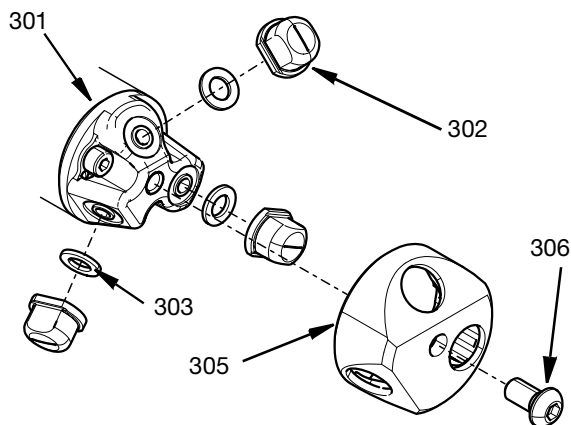

FIG. 4
1. Placez trois joints de garniture de buse (303) dans les évidements correspondants de la tête de buse (301).
2. Les buses (302) doivent être insérées dans le capuchon de la buse (305) en s'assurant que la buse est clavetée dans le capuchon de la buse.
3. Le capuchon de buse avec les buses insérées doit être fermement fixé à la tête de buse (301) en utilisant la vis à tête hexagonale M6 (306) au centre du capuchon. Serrez au couple de 29,2 po-lb (3,3 N•m). Voir FIG. 4.